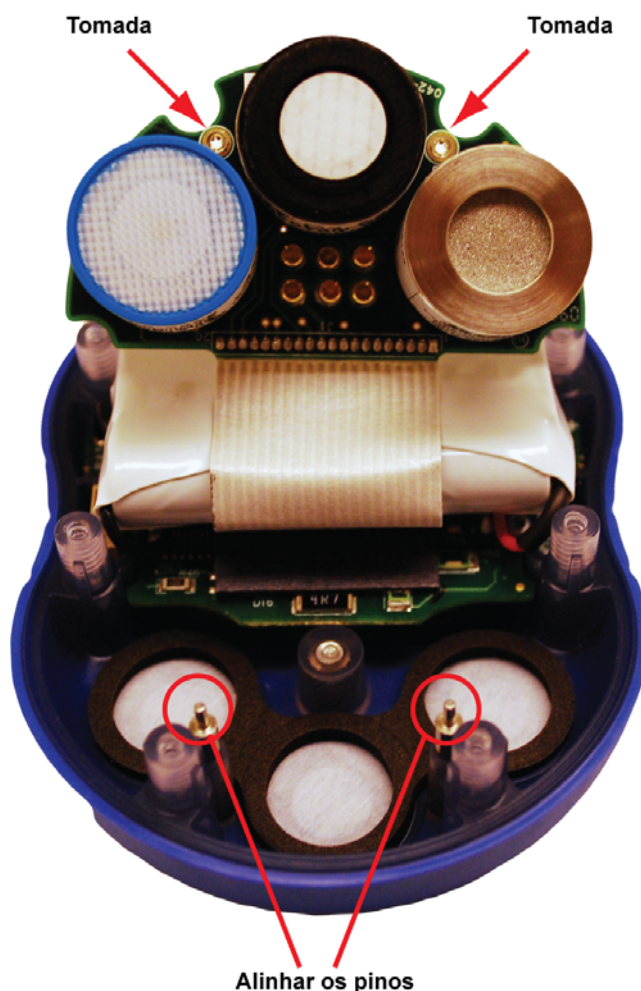

Figura 5-3. Alinhamento dos Pinos
- 6) Rode a placa de circuito impresso novamente para a sua posição original enquanto alinhando os 2 pinos com a respectiva tomada receptáculo. Consulte a figura 5-3.